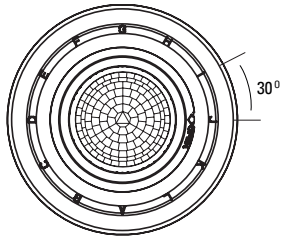

Abb. 20
• Der Bewegungsmelder-Kopf kann um 30° nach unten gezogen und im oder gegen den Uhrzeigersinn um 350° gedreht werden, siehe Abb. 20. Die 350° Einstellmöglichkeit ist mit Hilfe der Skala auf dem Bewegungsmelder in 30° Schritten möglich, siehe Abb. 21.